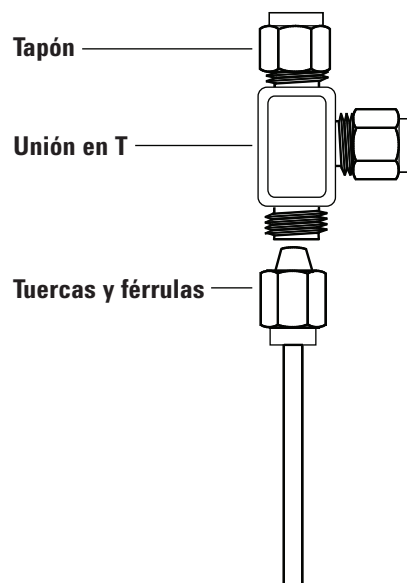

Figura 21. Unión en T Swagelok
- 1 Corte la tubería por el lugar donde desea colocar la unión en T. Conecte la tubería y la unión en T con una conexión Swagelok. Consulte la Figura 21.